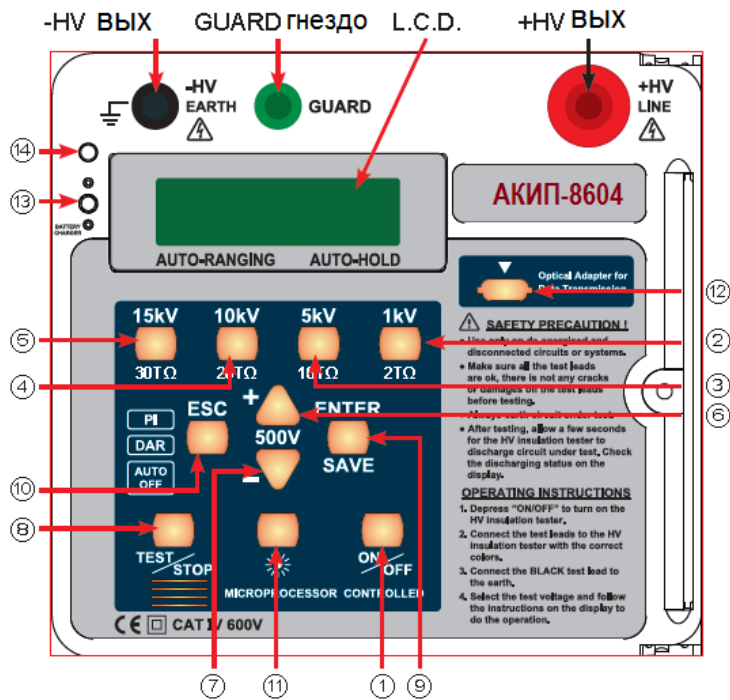

Рис. 6.1.
На рис. 6.1 показаны органы управления и индикации передней панели **АКИП-8604**.
- **15 кВ; 10 кВ; 5 кВ; 1 кВ** - при помощи соотв. синих клавиш (№№ 5 /4/ 3/ 2 – рис. 6.1).
4. Убедитесь, что изм. кабели, соединяющие тестер и испытуемый объект подключены правильно. По окончании проверки нажмите жёлтую клавишу ⑧ (**TEST/STOP**); На ЖК-дисплее появится сообщение, как показано ниже